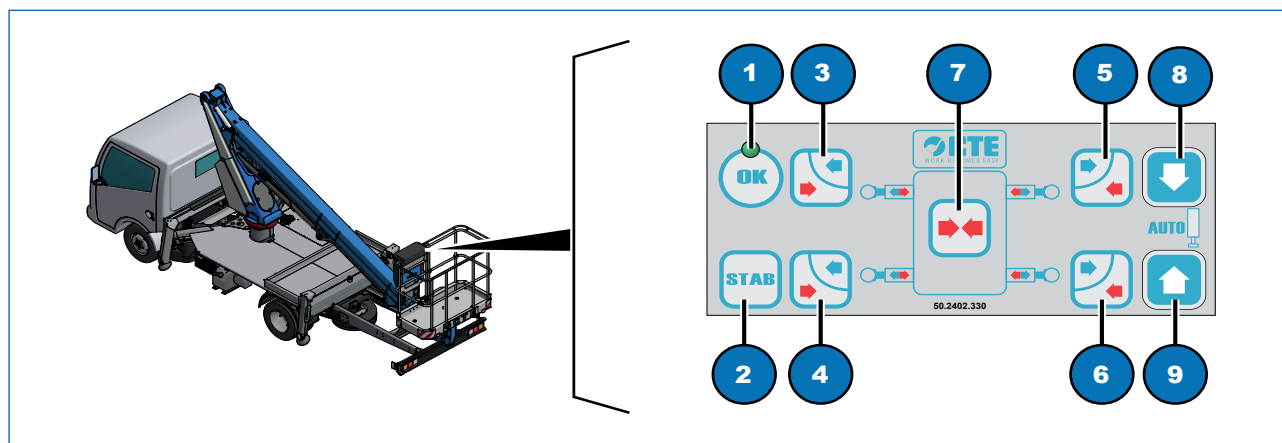

Fig. 15.3
La nacelle peut être équipée d'une stabilisation automatique qui comporte le remplacement du distributeur hydraulique par un distributeur électrohydraulique, sur le châssis, et le montage dans le panier d'une boîte à boutons de commande électrique (Fig. 15.3). Le distributeur électrohydraulique permet l'actionnement des stabilisateurs au moyen de leviers et d'une commande électrique.
Procédure (Fig. 15.3):
- appuyer sur le bouton-poussoir STAB (Fig. 15.3, 2) pour démarrer le moteur du véhicule;
Maintenir le bouton-poussoir STAB enfoncé (Fig. 15.3, 2) pendant toute la durée des opérations de stabilisation de l'élévateur à nacelle.
- Déployer les poutres des stabilisateurs en actionnant les boutons-poussoirs en alternance (Fig. 15.3, 3, 4, 5 et 6). Les mêmes boutons-poussoirs (Fig. 15.3, 3, 4, 5 et 6) commandent également la rétraction des poutres lorsqu'ils sont actionnés simultanément au bouton-poussoir central (Fig. 15.3, 7).
- Abaisser tous les stabilisateurs en actionnant le bouton-poussoir (Fig. 15.3, 8) de manière à soulever le porteur et à libérer les suspensions;
- Contrôler l'allumage du voyant (Fig. 15.3, 1), qui indique que la stabilisation du véhicule est terminée.